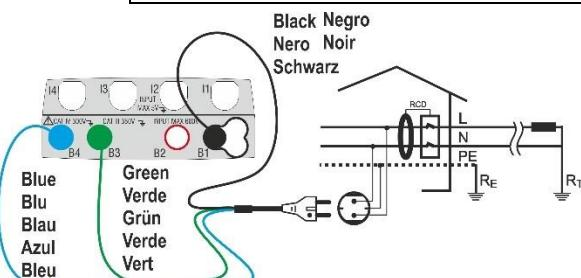
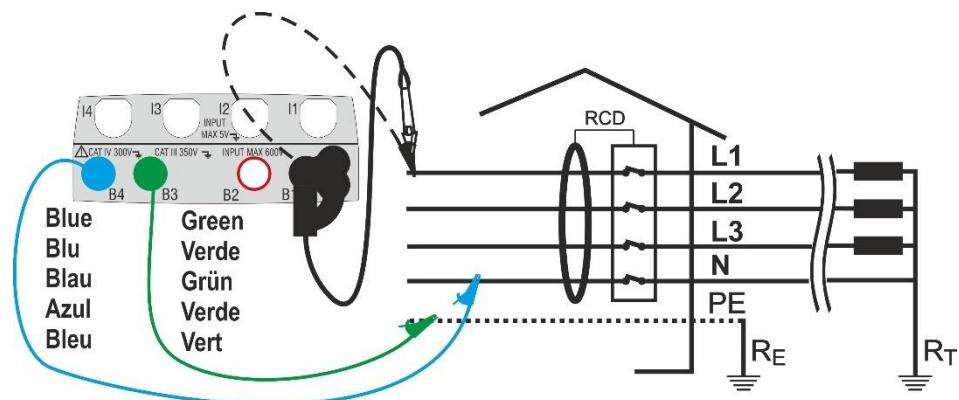
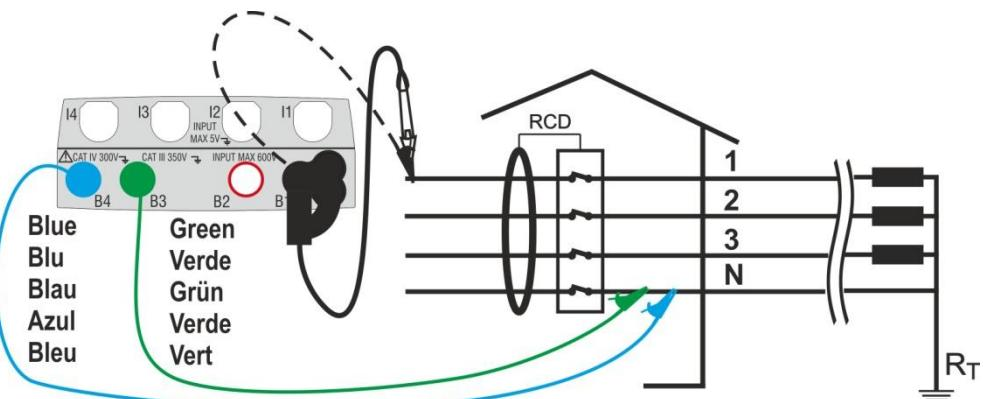
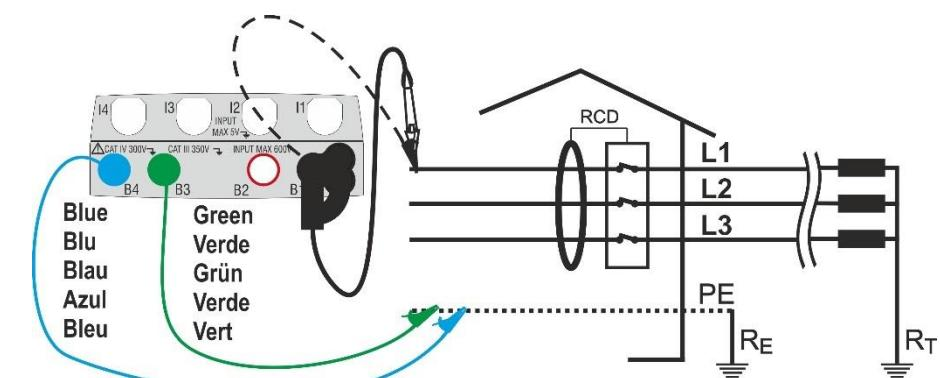

Fig. 10: Ligação em sistemas monofásicos através de ficha shuko
Fig. 13: Ligação em sistemas trifásicos com cabos individuais e ponteira remota
Fig. 14: Ligação em sistemas trifásicos (não PE) com cabos e ponteira remota (**não RCD tipo B/B+**)
Fig. 15: Ligação em sistemas trifásicos (não N) com cabos individuais e ponteira remota (**não RCD tipo B/B+**)
8. Inserir os conectores verde, azul e preto do cabo shuko com três terminais nos correspondentes terminais de entrada do instrumento B3, B4, B1. Como alternativa, utilizar os cabos individuais e inserir nas extremidades livres dos cabos os correspondentes crocodilos. Eventualmente utilizar a ponteira remota inserindo-lhe o conector multipolar no terminal de entrada B1. Conectar a ficha shuko, os crocodilos ou a ponteira remota de acordo com as Fig. 10, Fig. 12, Fig. 13, Fig. 14 e Fig. 15